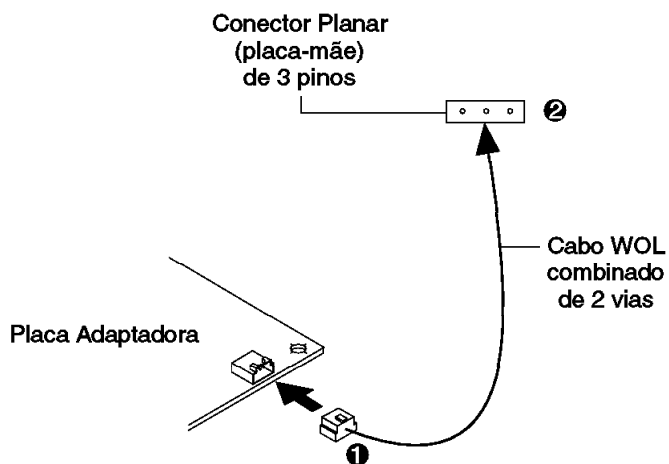

Figura 2-3. Conexão do Cabo Combinado de Sinal e de Alimentação ao Seu PC
- Um cabo combinado de sinal e de alimentação Wake on LAN, de 2 vias (IBM PN 08L2559), conforme apresentado na Figura 2-3, o qual deverá ser utilizado entre a placa e o modelo de PC que possui um conector de sinal e de alimentação combinados para Wake on LAN. As duas extremidades deste cabo são idênticas e, portanto permutáveis.
- 1** Conecte uma extremidade do cabo combinado Wake on LAN de 2 vias ao conector Wake on LAN de 3 pinos na placa conforme apresentado na Figura 2-3 na página 2-5.